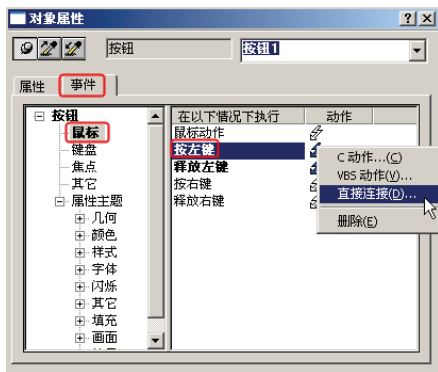
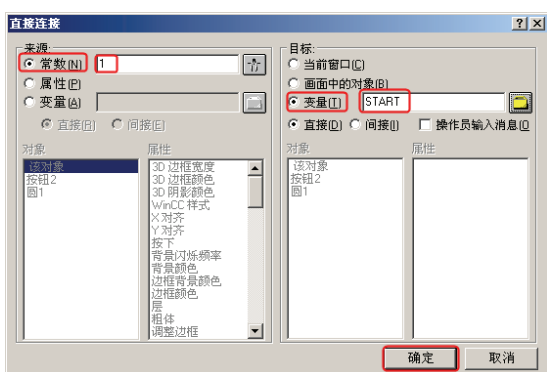
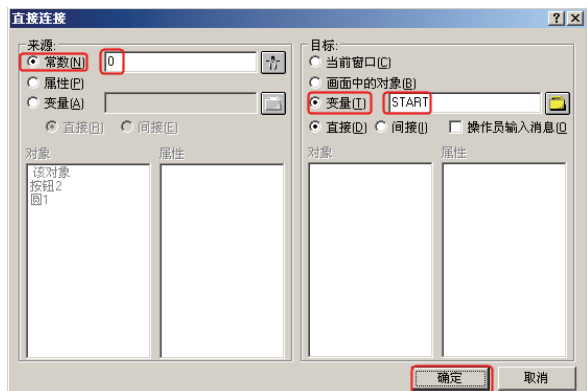

图 2-23 “对象属性”对话框
图 2-24 直接连接 (1)
图 2-25 直接连接 (2)
2) 将变量“START”与启动按钮连接在一起。双击画面上的“START”按钮，弹出“对象属性”对话框，如图 2-23 所示，选中“事件”选项卡，再选中“鼠标”→“按左键”→（动作），单击鼠标右键，弹出快捷菜单，单击“直接连接”，弹出“直接连接”对话框，如图 2-24 所示。在“常数”中输入“1”，在“变量”中选定参数“START”，这样操作的含义是，当用鼠标左键单击“START”按钮时，将变量“START”赋值为 1。用同样的方法进行设置：当释放鼠标左键时，将变量“START”赋值为 0，如图 2-25 所示。